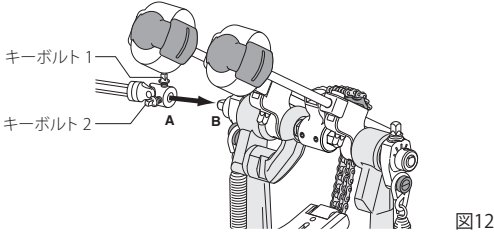

図12
メインペダルの左側にある接続部(突起部) (B)にドライブシャフトのジョイント部(A)を接続します(図12)。チューニングキーで2つのキーボルトを平らな面(キーボルト1)、側面(キーボルト2)の順番でしっかりと締めつけて固定してください。サブペダルも同様にドライブシャフトを接続します(図13)。その際、接続部の突起部(B)の平らな面が上にくるように六角シャフトを回転してください。